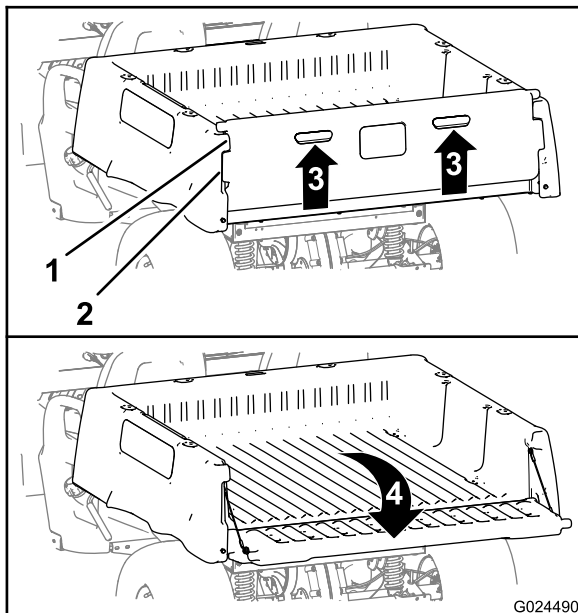

Figura 15
2. Sollevate gli elementi di spinta nel pannello posteriore della sponda (Figura 15).
3. Allineate le flange di bloccaggio della sponda alle aperture tra le flange della sponda posteriore del pianale (Figura 15).
4. Ruotate la sponda posteriore indietro e in basso (Figura 15).
6. Ruotate verso l'alto e in avanti la sponda posteriore, fino a quando le flange di bloccaggio della sponda non sono a livello della tasca della sponda nel pianale (Figura 15).
7. Abbassate la sponda fino a quando non è in sede nella parte posteriore del pianale (Figura 15).